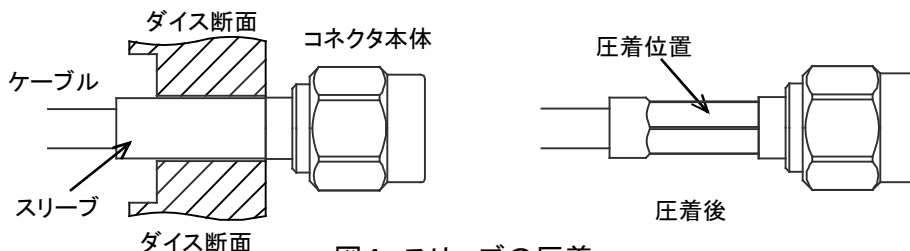

図4 スリーブの圧着
- ・圧着ダイスの裏面(刻印のない面[ハンドルを持った時の右側])を使用し、図4のようにスリーブのコネクタ本体側を圧着して下さい。(図は参考としてSMAコネクタを記載しております)